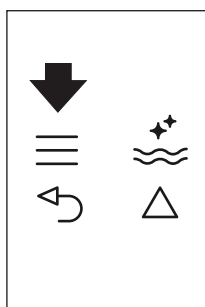
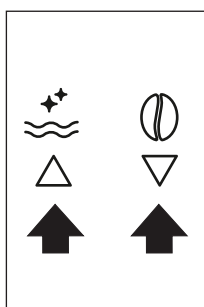

Рис. 22
Рис. 9
- ▶ Нажмите значок X (B2) для входа в меню (рис. 22). Нажимайте значки X (B7) и (B8) (рис. 9), пока на дисплее не появится сообщение PROGRAM COFFEE (ПРОГРАММА КОФЕ).